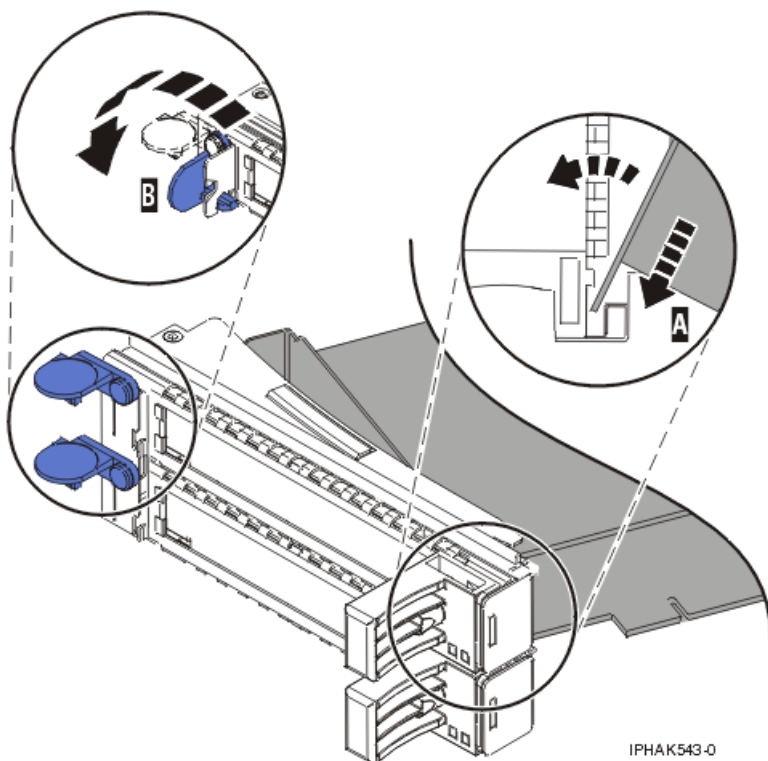

図 48. PCI アダプター・カセットに戻されたアダプター
- d. ピボット・ピン (C) を回して外し、安全な場所に置く。
- a. テール・ストック・クランプをオープン位置にして、アダプターをテール・ストック保持溝 A にしっかりと挿入する。72 ページの図 48 を参照してください。
- d. アダプター保持具をアダプターを留める位置に合わせてから、保持クリップ (B) をクローズ位置まで回転する。図 48 を参照してください。